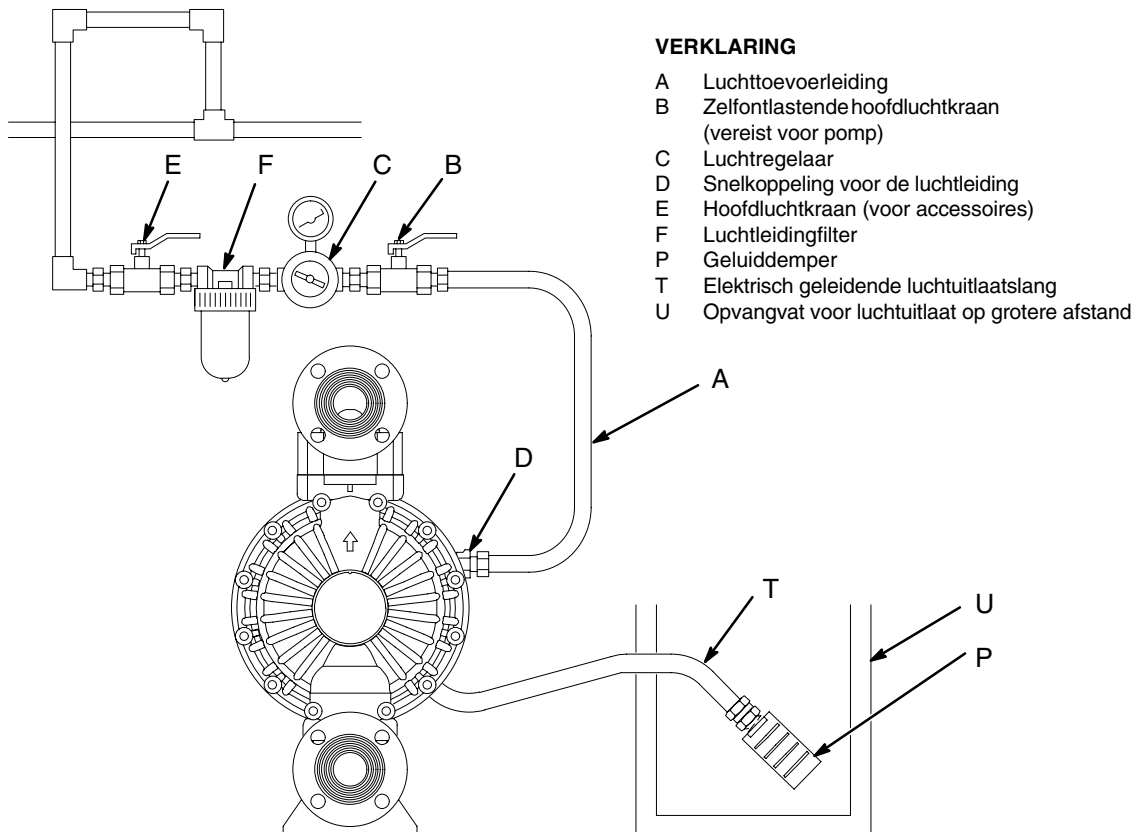

Fig. 6
Als het membraan scheurt, dan wordt de vloeistof met de lucht mee naar buiten gepompt. Plaats een opvangbak aan het uiteinde van de luchtuitlaatleiding om de vloeistof op te vangen, mocht het membraan scheuren. Zie Fig. 6.
1. Haal de geluiddemper (P) van de luchtuitlaatpoort van de pomp.
2. Sluit een geaarde luchtuitlaatslang (T) aan en sluit de demper (P) aan op het andere uiteinde van de slang. De minimale grootte van de luchtuitlaatslang is een binnendiameter van 19 mm. Als er een langere slang nodig is dan 4,57 m, gebruik dan een slang met een grotere diameter. Vermijd scherpe bochten of het knikken van de slang. Zie Fig. 6.
3. Plaats een vat (U) aan het eind van de luchtuitlaatleiding, zodat in geval van eventueel scheuren van het membraan het materiaal opgevangen wordt.